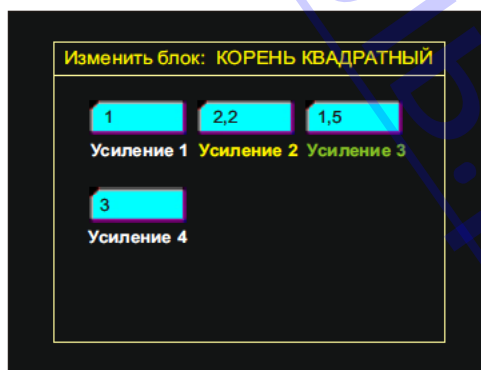

Рис. 53. Конфигуратор блока “Корень квадратный”
9.2.12 Конфигуратор блока содержит следующие конфигурационные окна (Рис. 53):